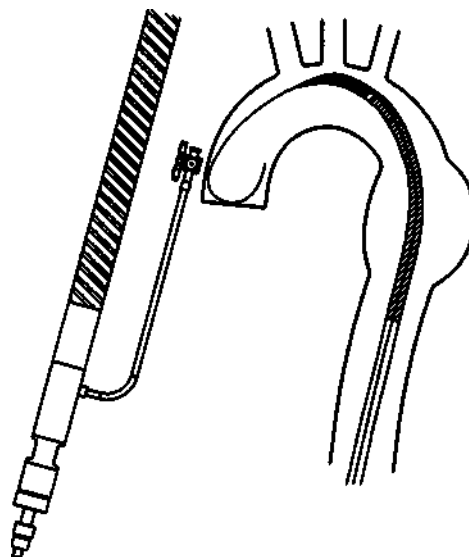

Рис. 6 Введение системы доставки.
- ◆ Подведите систему доставки по проводнику к аневризме или участкам расслоения, при этом следите, чтобы гемостатический клапан всегда находился с левой стороны пациента (рис. 6).